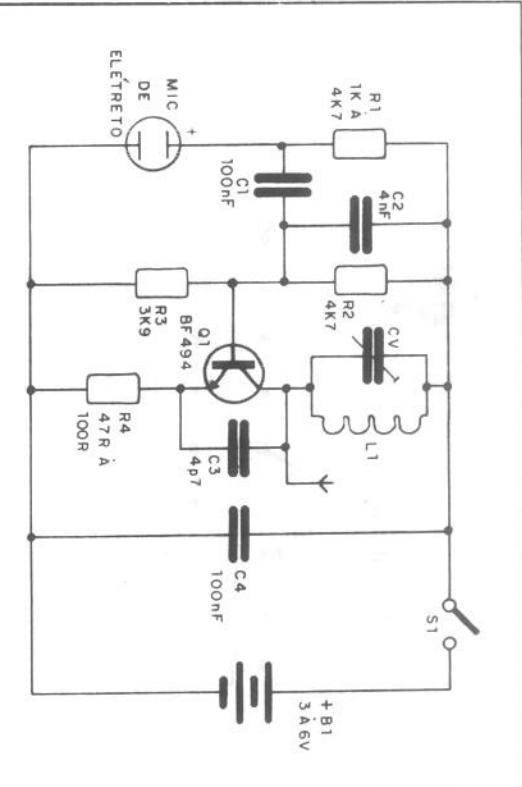

FIGURA 7
**Na figura 7 temos um circuito simples de transmissor de FM. Você poderá montá-lo em ponte de terminais, conforme mostra a figura 8.** Alguns componentes merecem especial atenção neste circuito, principalmente se o leitor desejar fazer algumas experiências para aprender.